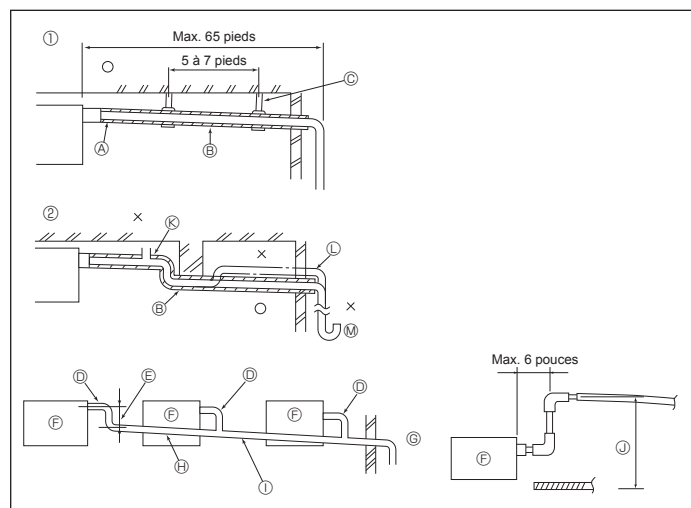

Fig. 6-1
6.1. Mise en place du tuyau d'écoulement (Fig. 6-1)